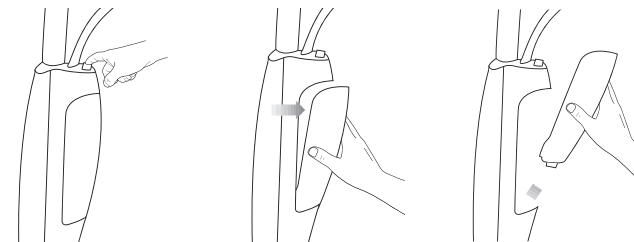

Figura 1
1. Presione el botón de liberación del tanque de agua y quite el tanque de agua (Figura 1).